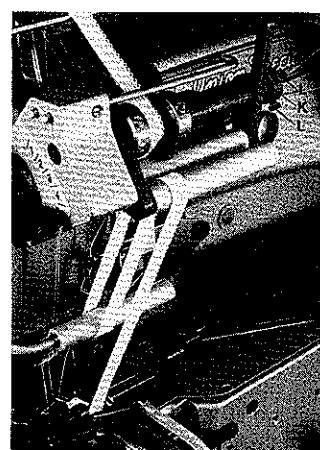

Fig.60
By turning collar (K, Fig.60) the pressure on the tension roller can be changed.
For adjustment loosen the two screws (L, Fig.60) in collar. Turning collar clockwise reduces the pressure, turning it counterclockwise increases the pressure. Retighten screws (L).
Durch verdrehen des Stellringes (K, Fig.60) kann der Druck der Spannrolle verändert werden.
Zur Einstellung lösen Sie die beiden Schrauben (L, Fig.60) im Stellring. Drehen des Stellringes im Uhrzeigersinn verringert den Druck, drehen im Gegenuhrzeigersinn verstärkt ihn. Ziehen Sie die Schrauben (L) wieder an.